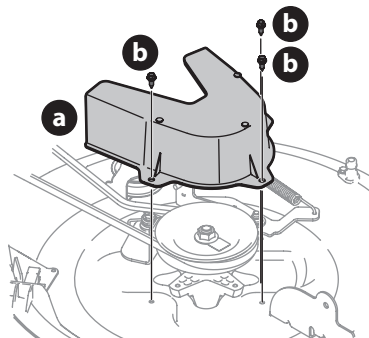
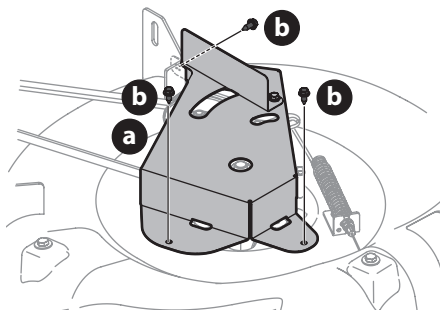

Figure 36
Figure 37
5. Enlevez le couvre-courroie (a) en retirant les trois boulons hex (b) qui le retiennent Figure 36 pour plateau de coupe de 30" et Figure 37 pour plateau de coupe de 24".